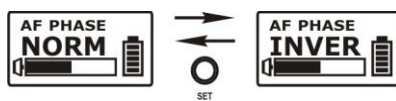

Bild 16
8. AF PHASE: Einstellung Phasenlage, Bild 16
- (A) Drücken Sie so oft die MODE-Taste bis im Display "AF PHASE" " " erscheint. Die Anzeige beginnt zu blinken um anzuzeigen, dass die Einstellung nun mit der SET-Taste verändert werden kann.
- (B) Drücken Sie die SET-Taste um die Einstellung zu verändern. Bei jedem Drücken der SET-Taste wird der Wert zwischen "NORMAL" und "INVERT" gewechselt.
- (C) Wenn die gewünschte Einstellung erscheint, warten Sie bis das Display nicht mehr blinkt oder drücken Sie die MODE-Taste um den Wert zu speichern.
- (D) Die Funktion "AF PHASE" wird verwendet um den Eingang des Senders an verschiedene Kondensatormikrofone anzupassen. Die normale Einstellung ist "NORMAL" . Die Einstellung "INVERT" wird für zweiadrige Kondensatormikrofone benutzt.